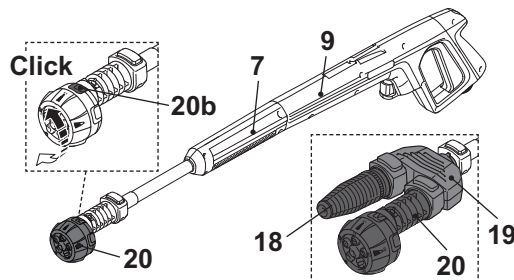

Fig. 10
1. Conecte a lança de extensão (7) para a pistola pulverizadora (9) (Fig. 10).
2. Conecte o bico 5 em 1 (20) na lança de extensão.